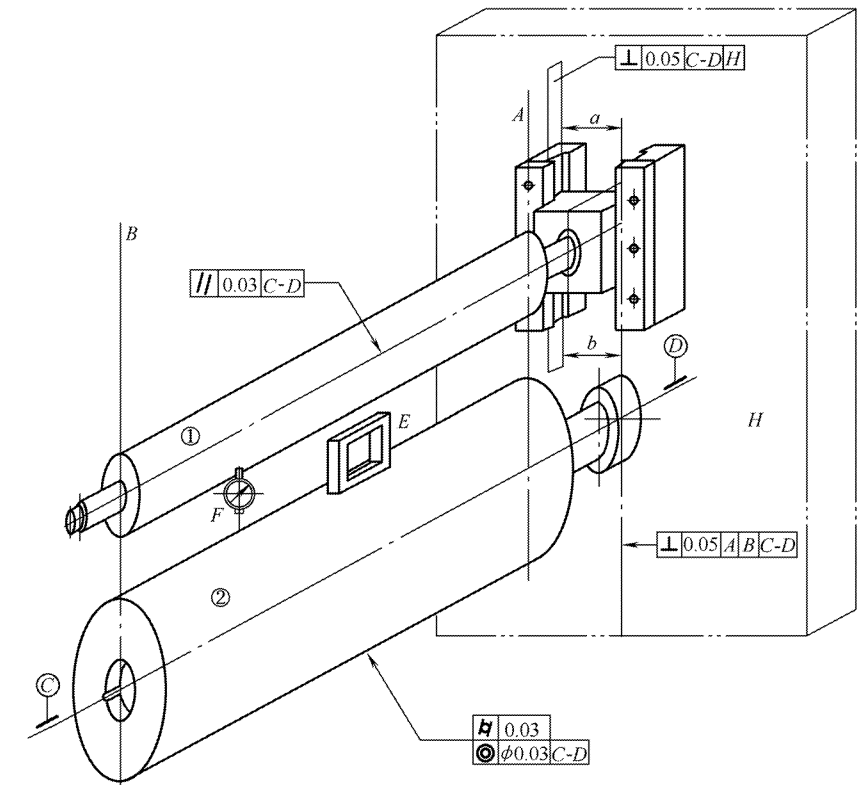

图 C.1
C.1 机组压印滑块组和版辊装配完整，成一组合衔接体，如图C.1所示。